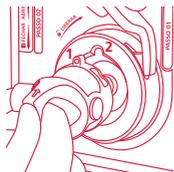

Figura 14 - Posição de encaixe do equipo no conector da câmara.
**NOTA:** Para a correta inserção, certifique-se de que a saliência presente na câmara do equipo, indicada em 1, encaixe na abertura do conector da câmara de pressão, indicada em 2 (Figura 14).